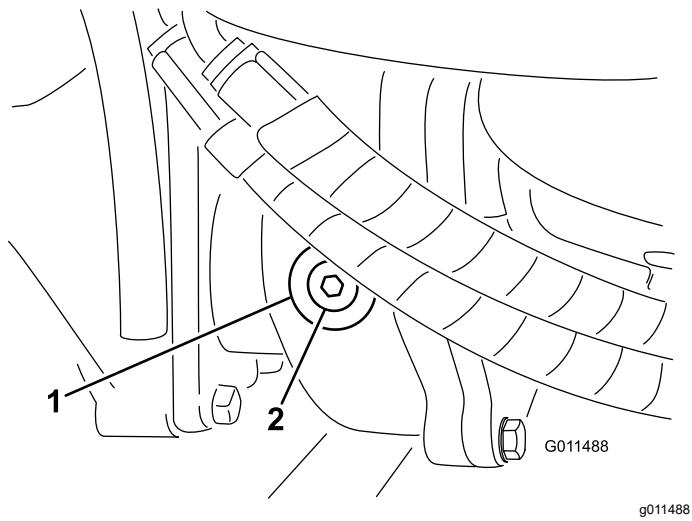

图 71
2. 从齿轮箱的左侧取出检查/注油塞 **图 71** 确保润滑剂向上直至孔的底部。如果润滑剂过少请添加足够的润滑剂直至液位达到孔的底部。